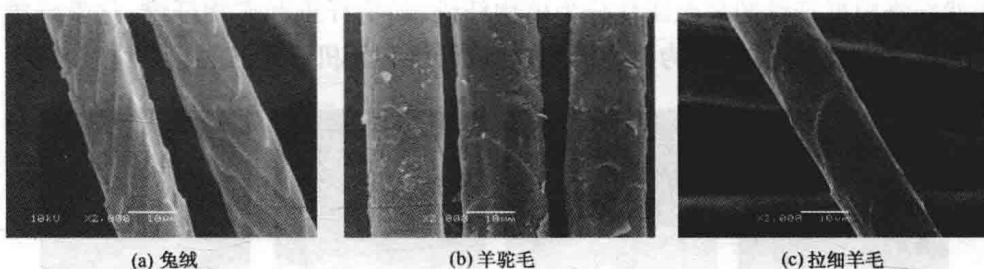

图 1-4 动物毛发纤维纵面形态
(1) **纤维的结构** 纤维大分子结构、超分子结构和形态结构特征的认识。其中形态结构分为纵面和截面两种,借助于显微镜能够观察,是纤维品种鉴别的主要方法。图 1-4 为动物毛发纤维的纵面形态特征图。